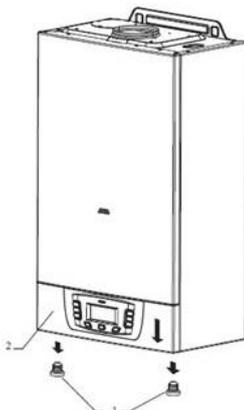

рис. 17
- > отвинтить 2 болта в нижней части панели управления (поз. 1 рис. 17);
- > потянуть панель управления вниз, чтобы обнажить зажимные винты фиксации поверхности оболочки (2 на рис. 17);